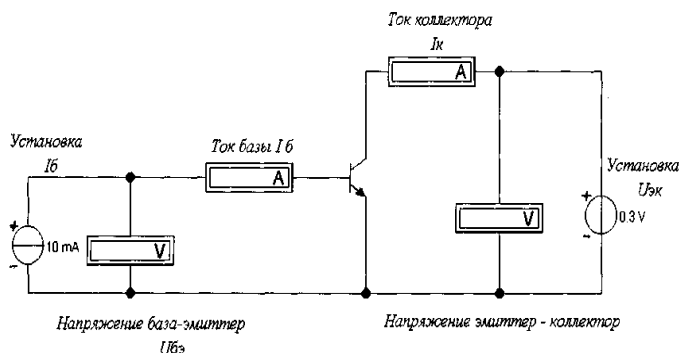

Рис. 5. Схема для снятия и исследования характеристик биполярного транзистора в схеме с общим эмиттером
- На панели библиотек компонентов щелкнуть мышью на кнопке инструменты (**Instruments**) и из падающего окна компонентов перетащить мышью амперметры и вольтметры, расположив их в соответствии с заранее подготовленным эскизом схемы (см. рис. 5)